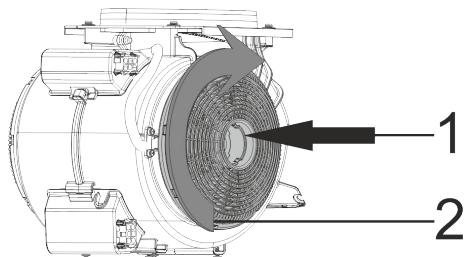

Fig. 7: FILTRO A CARBONI
- 1-Posizionare il filtro a carbone nella sua sede (Fig. 7).
- 2-Ruotando il filtro a carbone in senso orario, assicurarsi che esso sia completamente in sede (Fig. 7).